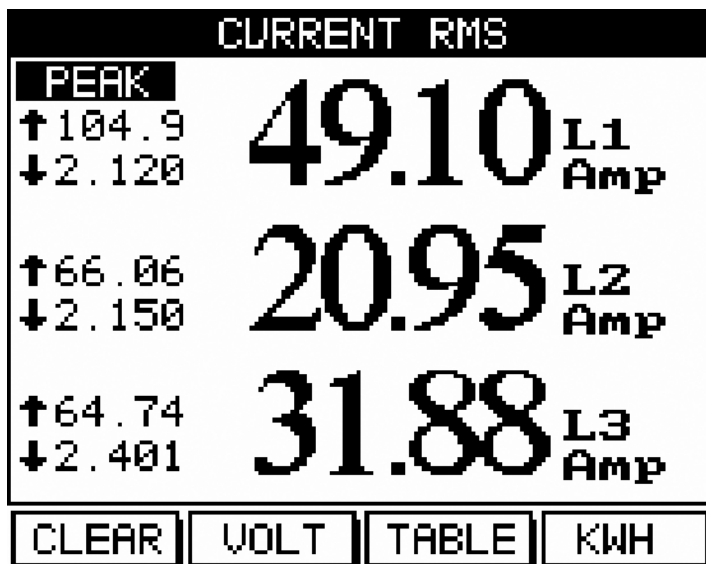

Рис. 5.1
2. Нажмите «Enter». На дисплее появится экран индикации токов (рис. 5.1):
2. Нажмите «Enter». На дисплее появится экран индикации токов (рис. 5.1).